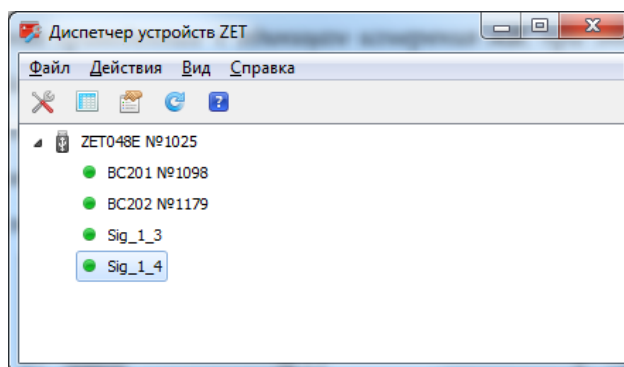

Рисунок 15
- если при конфигурировании в качестве наименования каналов были заданы типы и номера акселерометров, то окно «Диспетчер устройств ZET» пример вид как показано на примере (Рисунок 15);